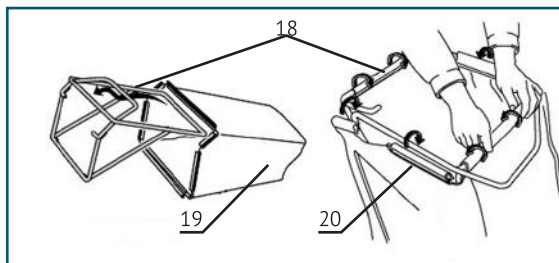

Рис.6
Вставьте раму трособорника (18) в мешок (19) и закрепите при помощи пластиковых креплений (20) как показано на Рис. 6.